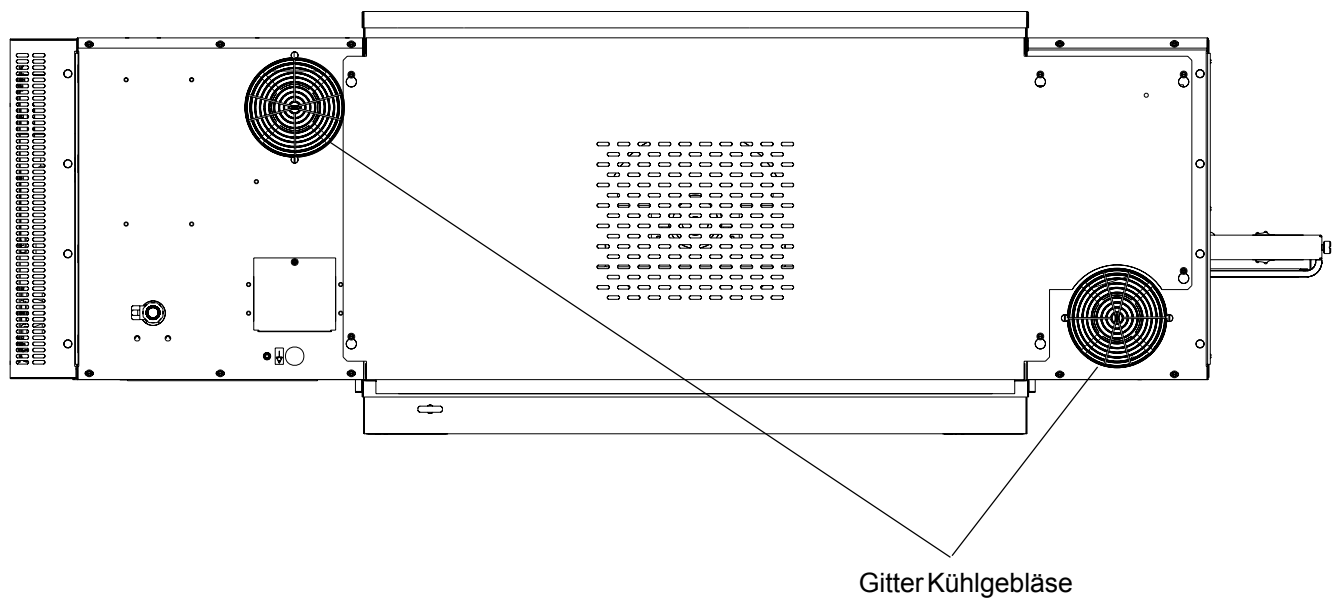

Abbildung 1-8. Kühlgebläse
E. Kühlgebläse — Siehe Abbildung 1-8